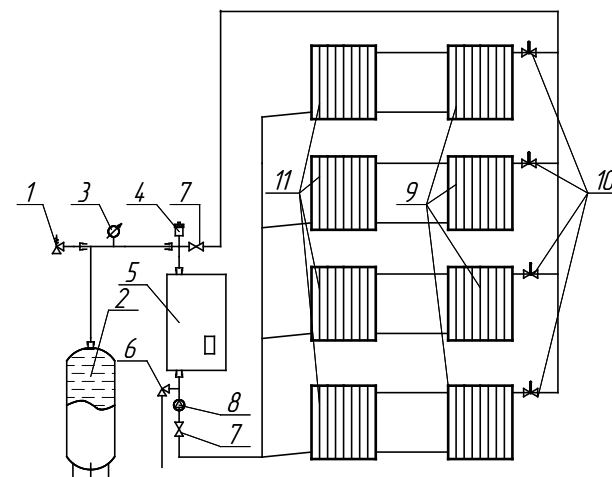

Рисунок 4
5.9 Внимание! При эксплуатации прибора запрещается полностью или частично перекрывать шаровые вентили на входе и выходе из котла (см. рисунок 4).